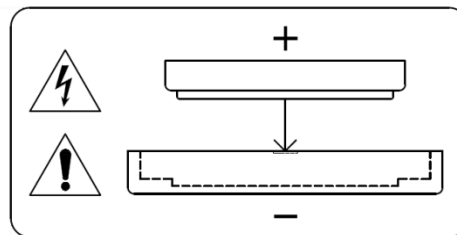

Abbildung 28-1. Beschriftung für Stromschlaggefahr und Batteriepolartität
4. Achten Sie auf die Ausrichtung (Polarität) der Batterie im Einschubfach, oder konsultieren Sie die Polaritätsbeschriftung für die Batterie auf der Seitenabdeckung des DECS-450 (Abbildung 28-1). Die neue Batterie muss in gleicher Ausrichtung installiert werden.